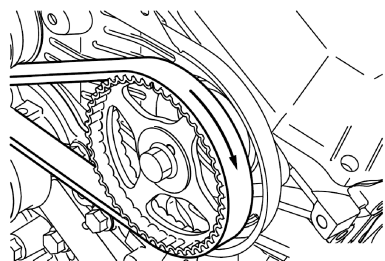

图 4-17 给正时带的转向方向作记号
2) 如图 4-17 所示，将正时带的运动方向作上标记，以便重新安装时参考。